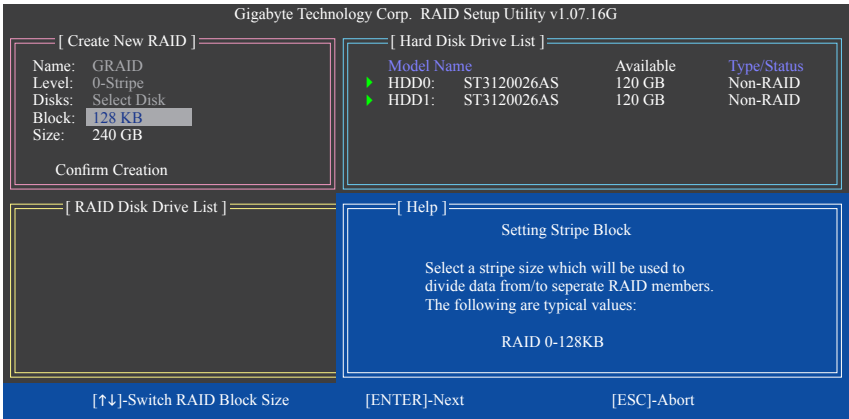

Figure 6
4. **Régler la taille de bloc (RAID 0 seulement)** : Dans l'élément **Block**, utilisez les touches de flèches vers le haut ou le bas pour sélectionner la taille de bloc de stripe (Figure 6), entre 4 Ko et 128 Ko. Appuyez sur <Enter>.